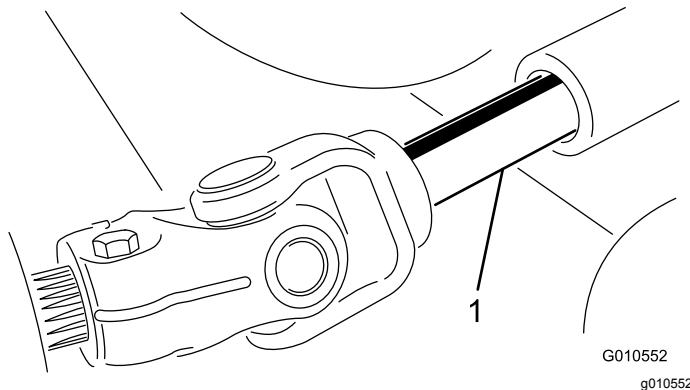

図 26
3. PTO シャフトのオスメスの接続部分を解除して、カッティングユニットをトラクションユニットから引き出す 図 26。
3. オスの PTO シャフトとメスの PTO シャフトを接続する 図 26。